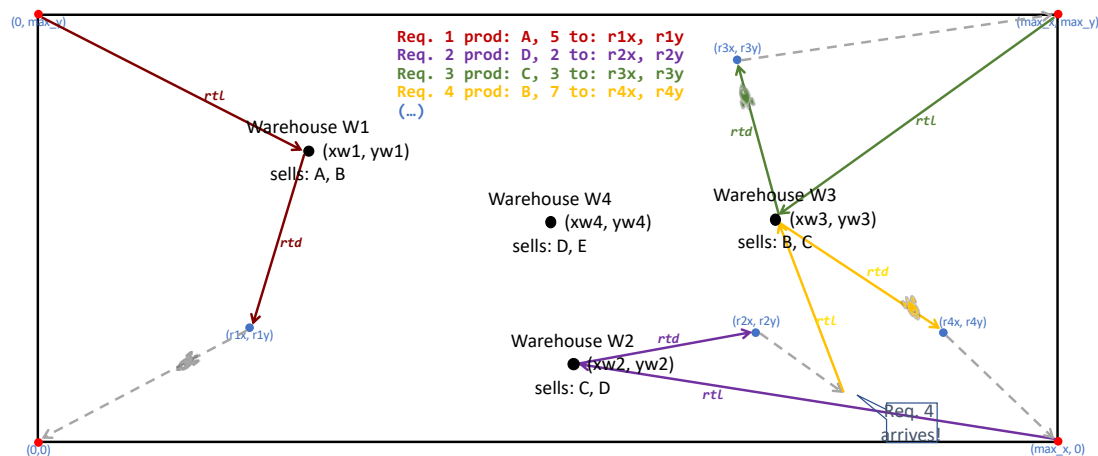
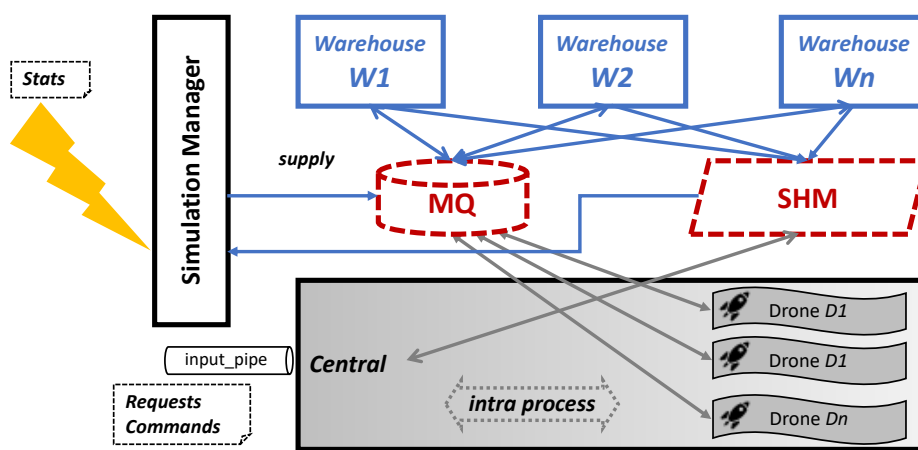

Figure 1 – Armazéns e drones nos seus percursos.
Figure 2 – Visão geral do sistema a implementar.
Após ser escolhido pela *Central*, o drone desloca-se em linha reta até ao armazém (identificados com *rtl* na Fig. 1) e inicia o processo de carregamento dos materiais. Seguidamente o drone movimenta-se até ao destino da entrega (*rtd* na Fig. 1), onde descarrega os produtos. Após terminar, dirige-se para a base mais próxima da sua posição (cinzento tracejado na Fig. 1). Deve, no entanto, interromper o regresso se lhe for atribuída uma nova encomenda, a qual deve começar imediatamente a atender (como no caso do Req. 4, a amarelo na Fig. 1).
- **Gestor da simulação (*Simulation manager*)** – é responsável por iniciar todo o sistema. Deve criar a fila de mensagens (MQ), as zonas de memória partilhada (SHM) e os restantes processos. Ao receber um sinal SIGUSR1 deve ler as estatísticas a partir da memória partilhada e apresentá-las ao utilizador.
- **Processo Central (*Central*)** – iniciar, coordenar e manter as *threads* relativas a cada um dos drones. Deve também criar o *named pipe* ("*input_pipe*" da Fig. 2) onde vai receber as encomendas e outros comandos relativos ao comportamento dos drones.
É responsabilidade do processo *Central* criar e manter as *threads* correspondentes aos drones (Dx na Fig. 2), bem como coordenar o trabalho deles. Para isso, deve criar as estruturas intra processo necessárias para saber a cada momento se os drones se encontram ocupados/desocupados, saber a sua localização e atribuir tarefas.
A *Central* monitoriza ao mesmo tempo o *named pipe* ("*input_pipe*" Fig. 2) para receber as tarefas a realizar. Estas tarefas são expressas por comandos que podem servir para criar uma encomenda nova e para alterar o número de drones. **A estrutura dos comandos a receber é apresentada abaixo e deve ser seguida rigorosamente.**
4. Avaliar a distância entre cada um dos drones desocupados ao destino da entrega, passando por um armazém que contenha o tipo e quantidade de produtos desejados (i.e., a distância $rtd+rtl$ na Fig. 1), escolhendo o drone com a distância total a percorrer mais curta. Para isso deve consultar na memória partilhada as coordenadas e o stock de cada armazém.
5. Caso existam drones disponíveis e os produtos necessários em *stock*, deve reservar a quantidade de produtos no armazém através de memória partilhada (SHM na Fig. 2) e de seguida notificar a *thread* correspondente a esse drone através de meios de comunicação intra processo, para que este trate da encomenda (ver detalhes em 4.2). (Nota: A reserva pode ser efetuada diminuindo na memória partilhada a quantidade de stock disponível em determinado armazém.)
Como dito anteriormente, o comportamento de um drone é implementado por uma *thread* (D_x na Fig. 2). Existem em cada momento um número D de drones no sistema, de acordo com as configurações. Os drones começam em repouso, distribuídos pelas bases existentes, uma base em cada canto do mapa (representadas a vermelho na Fig. 1).
- 3) Carregamento** – o drone começa por enviar uma mensagem ao armazém através da fila (MQ na Fig. 2) a indicar que chegou e que o carregamento pode começar. A mensagem enviada deve identificar a encomenda com um número único, para que o armazém responda com uma mensagem desse tipo. O drone fica à espera da resposta e está ocupado, não podendo ser interrompido. O carregamento deverá demorar um número de unidades de tempo igual à quantidade de produtos. Quando receber a resposta sabe que o carregamento terminou e assume o comportamento **4)**.
Tal como a Fig. 2 ilustra, o processo *Gestor da simulação* é capaz de obter informação sobre encomendas aceites e tratadas pelos drones e armazéns, através da memória partilhada. Após a receção de um sinal do tipo SIGUSR1, deverá escrever para o écran a seguinte informação estatística: